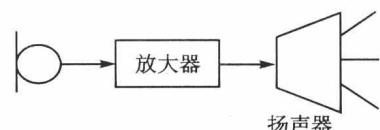

图 1-3 扩音机技术应用电路
② 信号的存储、传递和处理 在电子技术中, 闭路电视、计算机网络、通信网络, 称为“弱电”, 电路可以实现信号处理。如图 1-3 所示为一个扩音机的简单电路示意图。通过该电路可以实现信号的传递和处理。传声器可将声音信号转换成电信号; 放大电路属于中间环节, 用来放大电信号; 扬声器是负载部分, 将电信号变成声音传递出去。